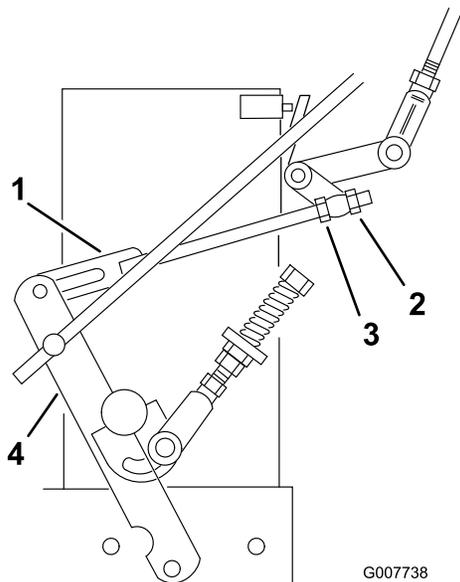

Figura 33
8. Afloje la tuerca de ajuste delantera del acoplamiento izquierdo del control hidráulico, según se muestra en Figura 33.
9. Gire la tuerca de ajuste izquierda trasera en el sentido contrario a las agujas del reloj hasta que la rueda gire hacia adelante (Figura 33).
10. Gire la tuerca de ajuste trasera en el sentido de las agujas del reloj, 1/4 de vuelta a la vez. Luego mueva la palanca de control de la velocidad hacia adelante y hacia atrás a punto muerto. Repita esto hasta que la rueda izquierda deje de girar hacia adelante (Figura 33).